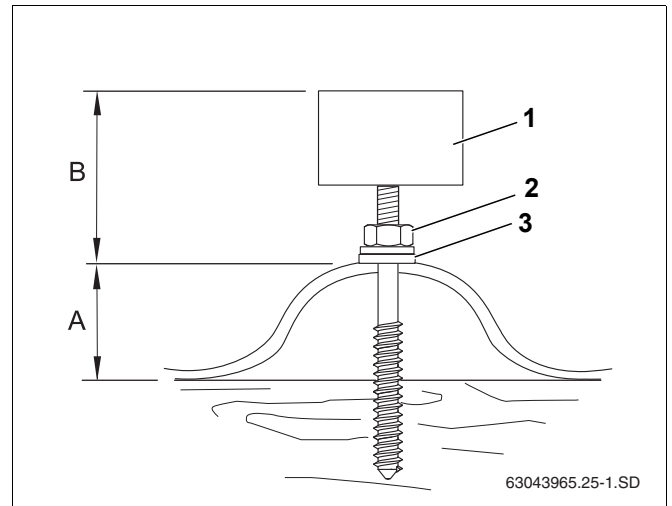

Рис. 24 Шпилька, установленная на крыше с покрытием волнистыми листами
Размер В (таб. 7 и рис. 24) должен быть одинаковым для всех шпилек.
- Заверните гайку (рис. 24, поз. 2) до полного прилегания к крыше уплотняющей шайбы (рис. 24, поз. 3).